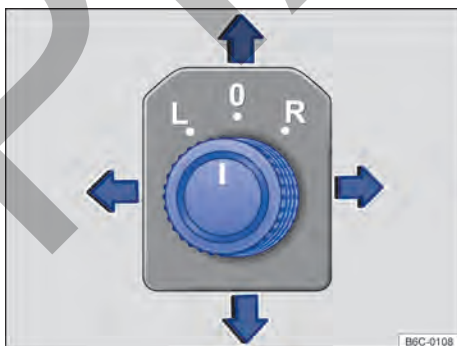

Fig. 79 En la puerta del conductor: mando giratorio de ajuste de los espejos retrovisores externos eléctricos.
- Girar el mando giratorio en la puerta del conductor hasta el símbolo deseado → fig. 79.